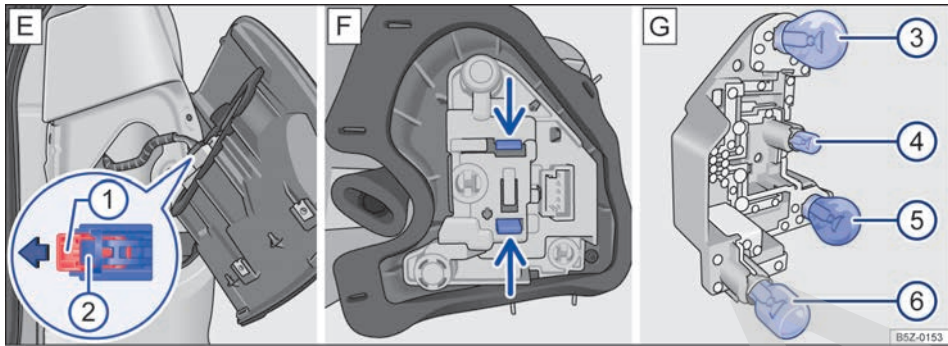

Fig. 177 Linterna trasera: E desmontar la luz de la carrocería; F soporte de las lámparas; G: en el soporte de las lámparas
8. Retire el conector de alimentación, primero tire de la traba roja **(1)** en el sentido de la flecha → fig. 177 **E** y desmonte el conector **(2)** de la luz.
10. Para desbloquear el soporte de las lámparas, presionar cada lengüeta de bloqueo → fig. 177 **F** en el sentido de las flechas.
12. Para quitar las lámparas incandescentes quemadas → fig. 177 **G** **(3)** y **(5)**, presione la lámpara contra el soporte y gírela en **sentido antihorario** para desmontarla.
13. Para quitar las lámparas incandescentes quemadas → fig. 177 **G** **(4)** y **(6)**, tire la lámpara del soporte para desmontarla.
18. Instalar el soporte de las lámparas en la linterna trasera. Las lengüetas de bloqueo → fig. 177 **F** deben encajar de forma audible.
La ubicación e identificación de las lámparas incandescentes → fig. 177 G están relacionadas a continuación: